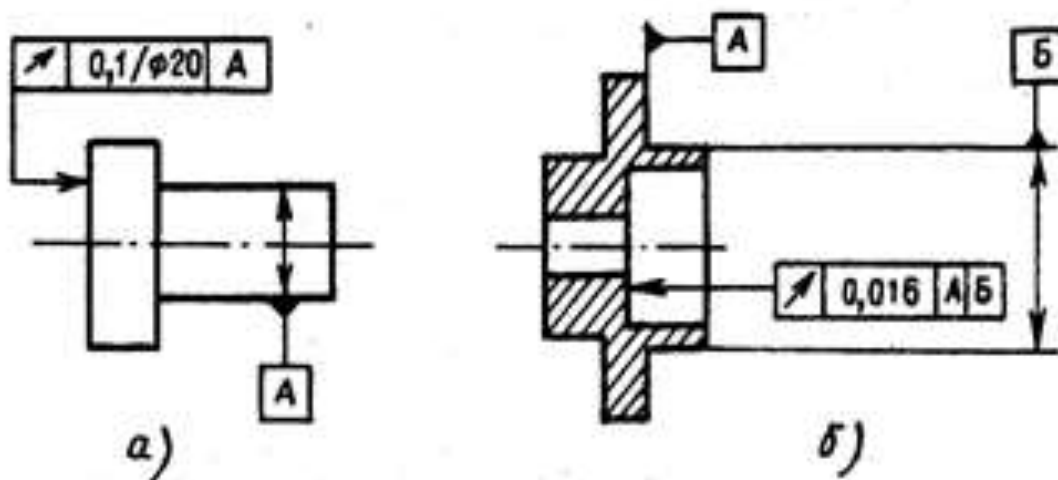

Рисунок 2. Расшифровать обозначения
5. Расшифруйте обозначения на чертеже (рисунок 2)